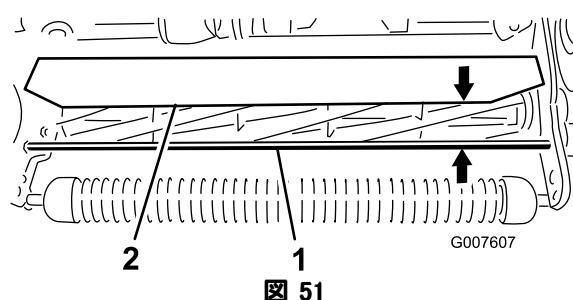

図 51
1. 前サポートロッドの上面からシールドの前リップまでの距離をカッティングユニットの両端で測定する（図 51）。